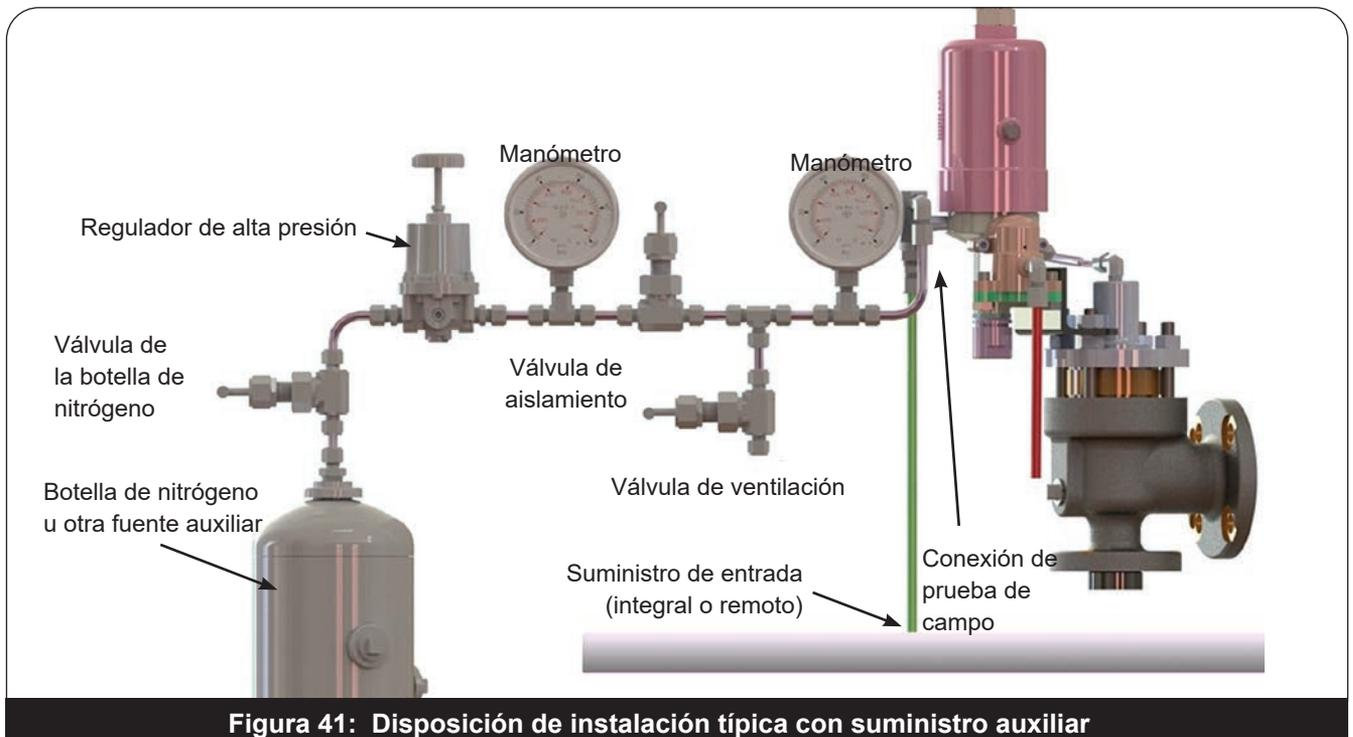

Figura 41: Disposición de instalación típica con suministro auxiliar
Una conexión de prueba de campo FNPT de 1/4" (Figuras 39 y 40) es estándar en todos los tipos de válvulas piloto consolidadas, series 39PV y series 39MV. La conexión de prueba de campo junto con una fuente de presión auxiliar se puede utilizar para proporcionar una presión estable y constante a la válvula piloto y el domo de la válvula principal. Una válvula de retención interna está presente en la conexión de prueba de campo aislando el medio de entrada del medio de fuente de presión auxiliar y, al mismo tiempo, permitiendo que la válvula se abra normalmente en el caso de un sistema de sobrepresurización mientras se utiliza la conexión de prueba de campo. La **Figura 41** representa el esquema recomendado para suministrar presión auxiliar a la POSRV. La "Conexión al tapón de prueba de la válvula" se acopla con el FNPT de 1/4" de la conexión de prueba de campo.
2. Conecte la **disposición de prueba de campo** a la **conexión de prueba de campo** (Figura 41).